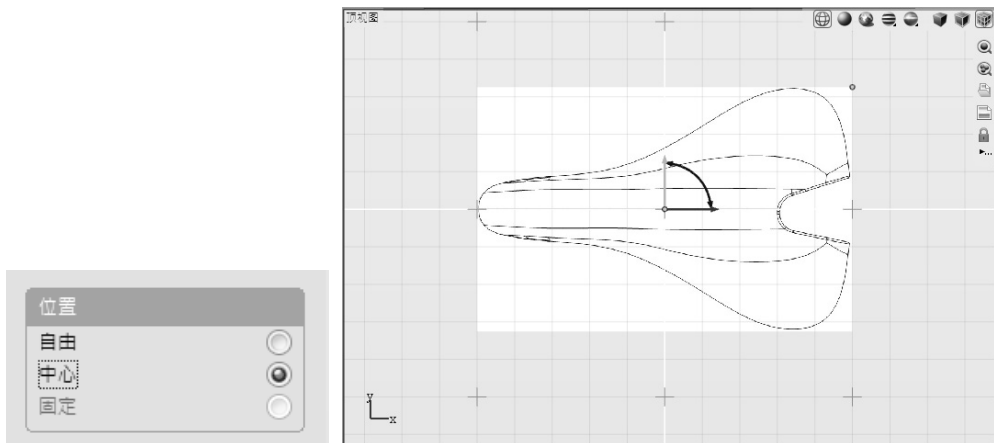

图 2-14 设定位置参数(左)及背景图片定位于中心处(右)
5) 位于原点的亮蓝色控制点可控制图片位置。在控制面板中, 将“位置”参数设定为“中心”, 如图 2-14 所示。